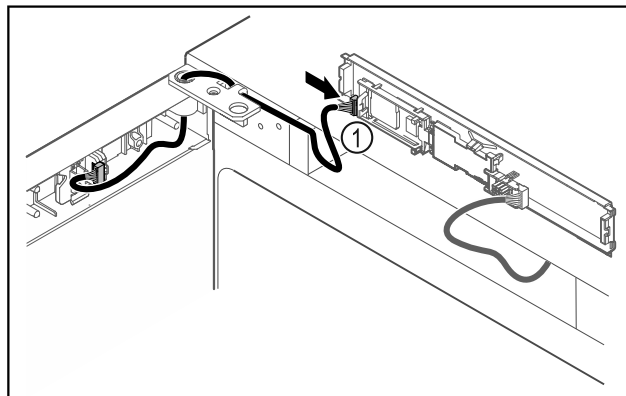

Fig. 46
- ▶ Wtyczkę Fig. 46 (1) należy podłączyć do płytki drukowanej.